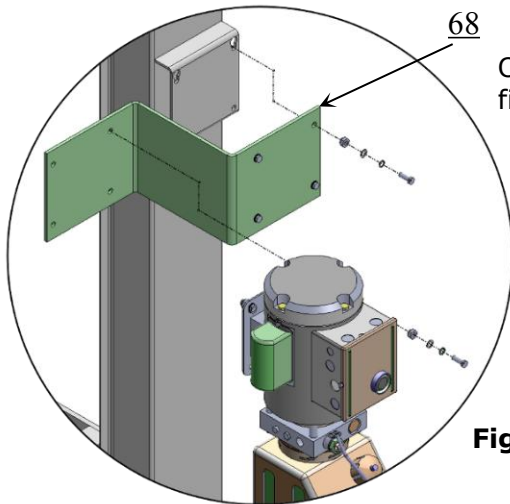

Fig. 35
2. Install optional motor fixing bracket (**See Fig. 35, 36**).